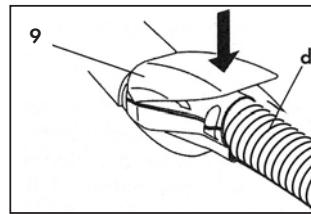

Fig. 11
- Aprire completamente lo sportello della presa accessori (9) ed inserire l'attacco rapido del tubo flessibile (d) nella presa posta sulla parte anteriore dell'apparecchio, premendo a fondo.
- Chiudere lo sportello della presa accessori (10) sul corpo dell'attacco rapido assicurandosi che i due particolari si aggancino. Fig. 11.